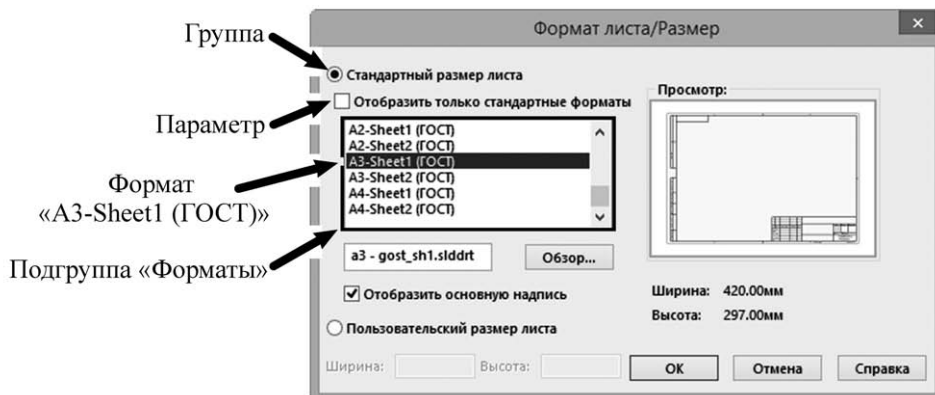

Рис. 1.11
- в подгруппе «**Форматы**» выбираем формат «**A3-Sheet1 (ГОСТ)**» и нажимаем кнопку «**ОК**» (рис. 1.11);